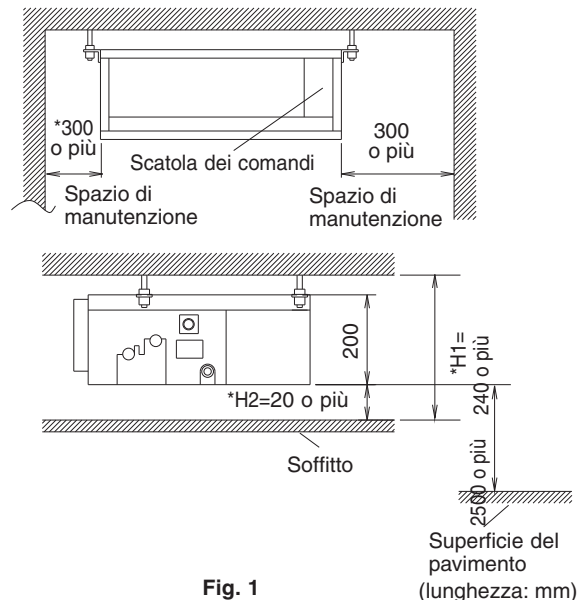

Fig. 1
(1) Selezionare un posto adatto all'installazione in cui le condizioni indicate di seguito siano rispettate e che riscuotano l'approvazione del cliente.
- Dove sia assicurato uno spazio sufficiente per le riparazioni e la manutenzione. **(Fare riferimento alla Fig. 1)**